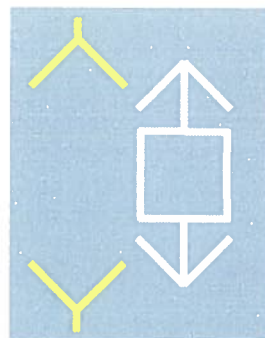

Fig. 7.40
- Prezența stării „legat la pământ” pe ambii poli ai întreruptorului (fig. 7.40);